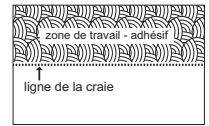

Figure 10a
ÉTAPE 4 : Pose du plancher (Pose par collage seulement) (Figures 10a à 10d)